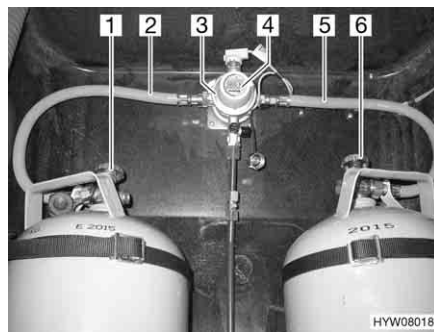
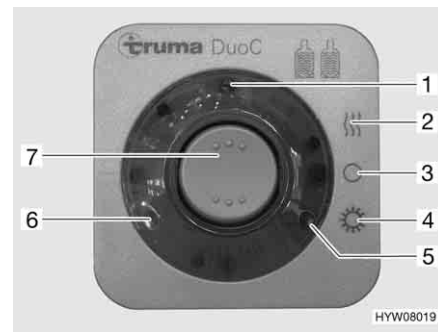

Fig. 147 Impianto di commutazione DuoControl
Fig. 148 Centralina di controllo
L'impianto di commutazione DuoControl è costituito da una valvola di commutazione (Fig. 147,3) e da una centralina di controllo (Fig. 148). La valvola di commutazione è installata tra i tubi del gas (Fig. 147,2 e 5). Con la manopola (Fig. 147,4) sulla valvola di commutazione è possibile stabilire, quale delle bombole del gas viene utilizzata come bombola in uso e quale bombola del gas viene utilizzata come bombola di riserva.
Sulla centralina di controllo (Fig. 148) possono venire azionate solo le funzioni elettriche. Le valvole principali di arresto delle bombole del gas (Fig. 147,1 e 6) devono essere aperti manualmente.
La valvola di commutazione garantisce una pressione del gas costante, indipendentemente da quale bombola provenga l'alimentazione del gas. Le due spie di controllo sulla centralina di controllo indicano il livello di riempimento della bombola in uso. Se è accesa la spia di controllo verde (Fig. 148,6), la bombola in uso è piena. Se è accesa la spia di controllo rossa (Fig. 148,5), la bombola in uso è vuota. Il rifornimento di gas avviene poi tramite la bombola di riserva.
- Aprire le valvole principali di arresto delle bombole del gas (Fig. 147,1 e 6).
- Con la manopola (Fig. 147,4) sulla valvola di commutazione (Fig. 147,3) selezionare la bombola del gas, da cui proviene la principale alimentazione del gas (bombola in uso).
- Sulla centralina di controllo (Fig. 148) attivare l'impianto di commutazione DuoControl.
Posizionare l'interruttore a bilico (Fig. 148,7) su funzionamento invernale "On e riscaldamento" (Fig. 148,2) oppure su funzionamento estivo "On" (Fig. 148,4). La valvola di commutazione è ora disareata. La spia di controllo gialla (Fig. 148,1) è accesa, se si seleziona la modalità di funzionamento invernale e l'impianto antighiaccio con regolatore è attivato.
- Portare l'interruttore a bilico (Fig. 148,7) in posizione "O" (Fig. 148,3). La spia gialla di controllo (Fig. 148,1) si spegne.
- Chiudere le valvole principali di arresto delle bombole del gas (Fig. 147,1 e 6).
Le spie di controllo sulla centralina di controllo (Fig. 148,5 e 6) segnalano all'interno del veicolo, se la bombola in uso è pronta al funzionamento.
Se la spia di controllo verde (Fig. 148,6) si spegne durante il funzionamento e la spia di controllo rossa (Fig. 148,5) si accende, significa che la bombola del gas selezionata come bombola in uso è vuota e deve essere sostituita. La bombola di riserva continua ad alimentare le utenze a gas.